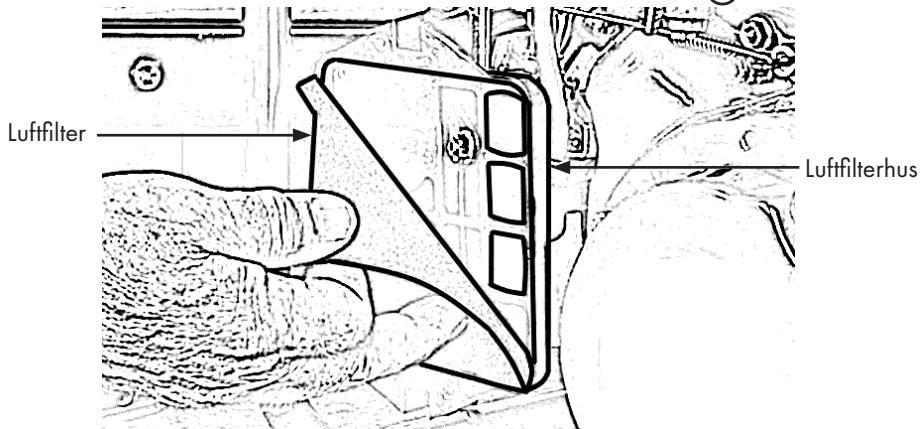

Bild 13
- Ta bort luftfiltret från luftfilterhuset, Fig. 13.